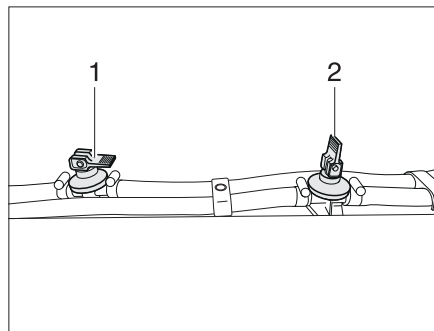

Fig. 256 Robinet de vidange
- Ouvrir tous les robinets de vidange. Pour cela, placer le levier à bascule (Fig. 256,2) en position verticale.